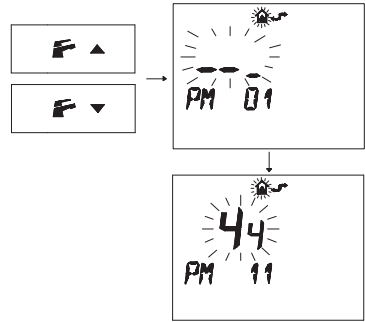

Fig. 5.79
- Premere i pulsanti  $\mathbb{F} \blacktriangledown$  o  $\mathbb{F} \blacktriangle$  per visualizzare la programmazione "PM11" della postcircolazione pompa (Fig. 5.79).